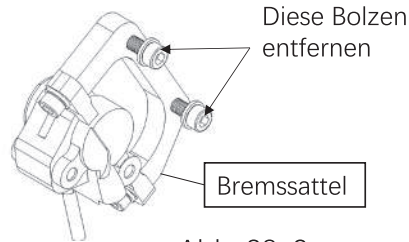

Abb. 38-2
b. Entfernen Sie mit einem 5mm-Inbusschlüssel (oder einem T25-Schlüssel) die beiden am Bremssattel vormontierten Schrauben, wie in Abb. 38-2 gezeigt.